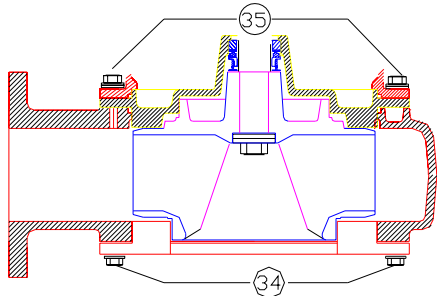
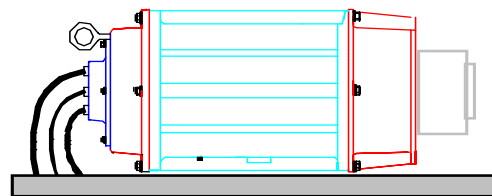

Fig. 11. ↑ Desmontaje de la carcasa de una bomba
Fig. 12. ↑ Colocación en posición horizontal de la bomba para desmontaje del impulsor y recambio de los sellos mecánicos.
3. Desmontar la carcasa de la bomba, para ello retirar los 4(cuatro) tornillos de fijación (35) de la carcasa a la tapasello (Fig. 11) y luego levantar la bomba unos 2 centímetros del suelo por los anillos de izada con la ayuda del polipasto. Mientras que se levanta la unidad se puede golpear con el mazo en algunos puntos de la carcasa de la bomba, ya que esta puede estar adherida a la tapa sello. Una vez que se haya separado la carcasa levantar la bomba hasta que el impulsor quede totalmente a la vista, retirar la carcasa y colocar nueva y lentamente la bomba sobre la paleta en posición horizontal, ver la Fig. 12.